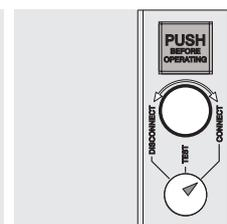

Figura 42
- interruptor en posición de insertado (véase Figura 42).